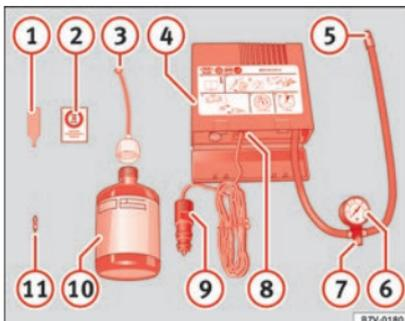

Fig. 59 Representação standard: conteúdo do kit antifuros.
- Desenrosque a proteção e o obus da válvula do pneu. Utilize o aparelho » **Fig. 59 ①** para retirar o obus. Coloque-o numa superfície limpa.
- Agite com força a garrafa de vedante de pneus » **Fig. 59 ⑩**.
- Enrosque o tubo de enchimento » **Fig. 59 ③** na garrafa de vedante. O selo da garrafa partir-se-á automaticamente.
- Remova o tampão do tubo de enchimento » **Fig. 59 ③** e enrosque a extremidade aberta do tubo na válvula do pneu.
- Volte a colocar o obus com o aparelho » **Fig. 59 ①** na válvula do pneu.
- Enrosque o tubo de enchimento do pneu do compressor » **Fig. 59 ⑤** na válvula do pneu.
- Verifique se o parafuso de evacuação de ar está enroscado » **Fig. 59 ⑦**.
- Ligue o conector » **Fig. 59 ⑨** a uma tomada de corrente de 12 volts do veículo » **Fig. 59 ⑧**, **Página 138**.
- Ligue o compressor de ar com o interruptor ON/OFF » **Fig. 59 ⑧**.
- Volte a verificar a pressão passado 10 minutos » **Fig. 59 ⑦**, **Página 80**.